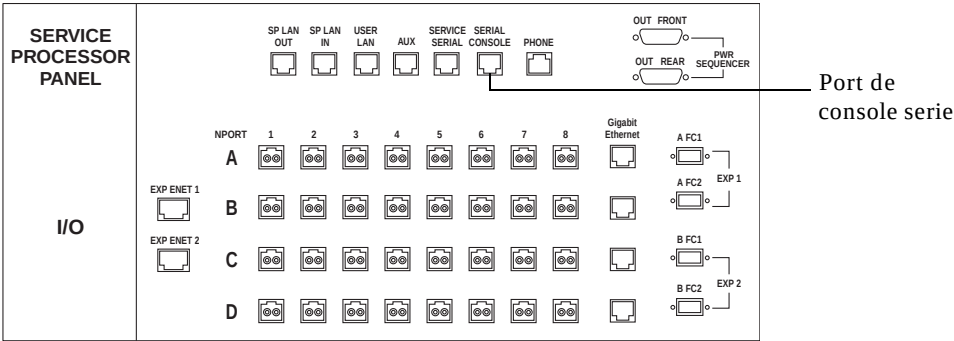

FIGURE 2-20 Connexion de console série
- 3. Connectez le câble série du port de console série, disponible sur le panneau de service, à votre ordinateur portable, terminal ou station de travail (FIGURE 2-20).